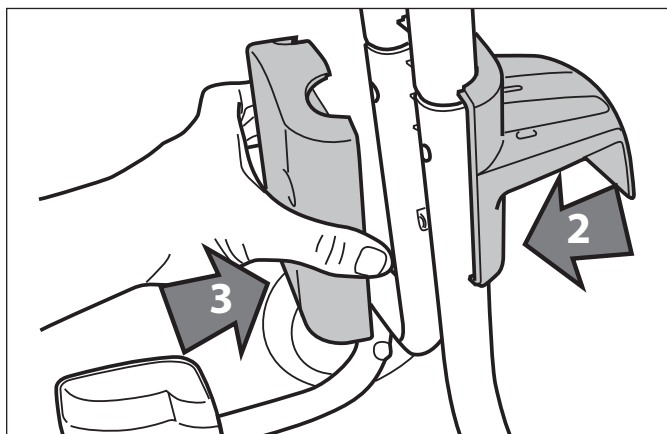
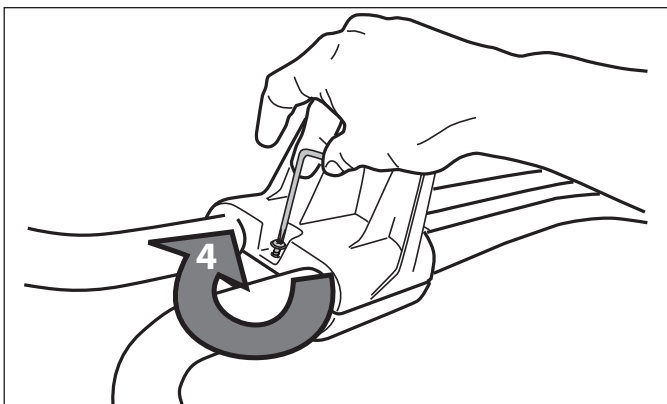

Figura 3. Coloque los soportes inferiores
Figura 4. Asegure los soportes inferiores
2. Coloque el soporte del cable de corriente abajo como se muestra en la Figura 3. Coloque la placa del soporte del cable frente al soporte del cable de energía. Asegurelo mediante un tornillo y apriete con la llave Torx®. Vea la Figura 4.